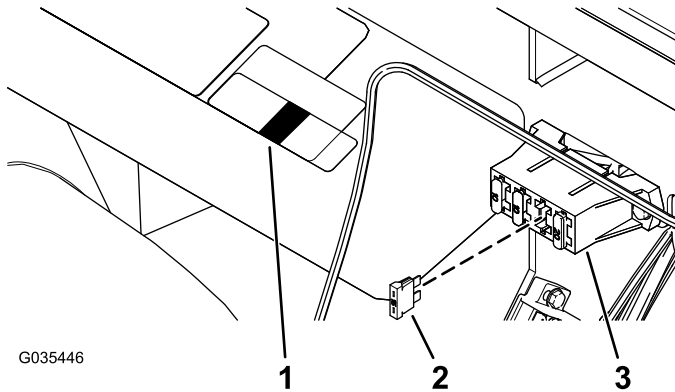
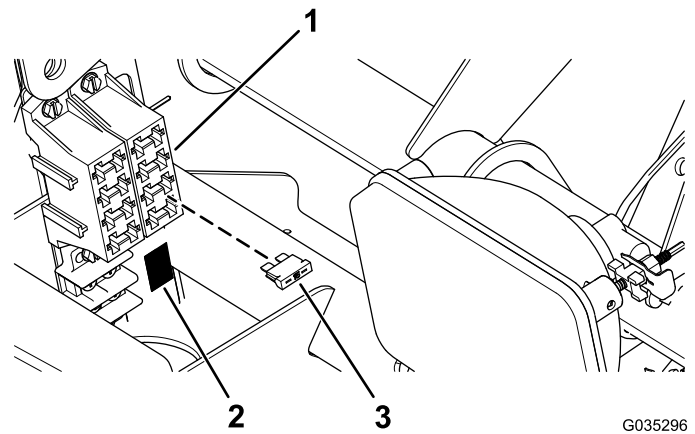

Bild 10
Bild 11
1. Setzen Sie die Sicherung (15 A) in den Sicherungsblock ein und bringen Sie den Sicherungsaufkleber unter dem Sicherungsblock an (Bild 10 oder Bild 11).